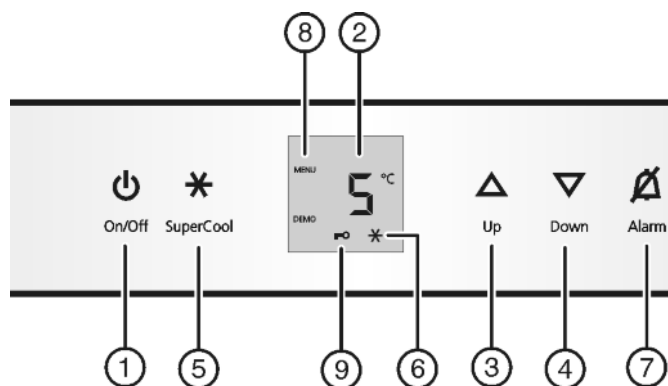

Fig. 2
- ▶ Pritisnite tipko On/Off *Fig. 2 (1)*.
- ▶ Aktiviranje režima za nastavljanje: Pritisnite in držite tipko tipko SuperCool *Fig. 2 (5)* pribl. 5 s.
- ▶ Za potrditev kratko pritisnite tipko SuperCool *Fig. 2 (5)*. Ko se na indikaciji izpiše **c!**.
- ▶ Za izklop otroškega varovala kratko pritisnite tipko SuperFrost *Fig. 2 (5)*.
- ▷ Simbol Otroško varovalo *Fig. 2 (9)* sveti. Na indikaciji utripa **c**.
- ▷ Simbol Otroško varovalo *Fig. 2 (9)* ugasne. Na indikaciji utripa **c**.
- ▶ Deaktiviranje nastavitvenega načina: Pritisnite tipko On/Off *Fig. 2 (1)*.
- ▶ Pritisnite tipko Alarm *Fig. 2 (7)*.
- ▶ Nastavitev višje temperature: Pritisnite nastavitveno tipko Up *Fig. 2 (3)*.
- ▶ Nastavitev nižje temperature: Pritisnite nastavitveno tipko Down *Fig. 2 (4)*.
- ▶ Kratko pritisnite tipko SuperCool *Fig. 2 (5)*.
- ▷ Zasveti simbol SuperCool Fig. 2 (6) na prikazu.
- ▶ Kratko pritisnite tipko SuperCool Fig. 2 (5).
- ▷ Simbol SuperCool Fig. 2 (6) na indikaciji ugasne.